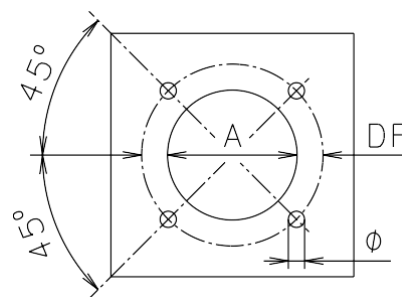
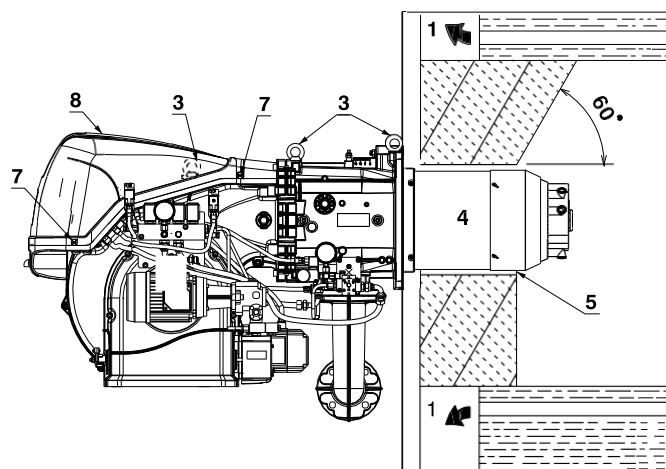

рис. 14
рис. 15
Просверлите фиксирующую пластину камеры сгорания, как показано на рис. 14. Положение резьбовых отверстий можно отметить с помощью термического экрана, входящего в комплект поставки горелки.
Длина пламенной трубы должна быть выбрана в соответствии с рекомендациями производителя котла, и в любом случае она должна быть больше толщины дверцы котла в комплекте с ее обшивкой. Для котлов с передними дымоходами 1) (рис. 15) или камерой инверсии пламени между обшивкой котла 2) и дутьевой трубой 4) должна быть установлена защита из огнеупорного материала 5). Огнеупорный материал может иметь коническую форму (минимум 60°). Это защитное покрытие не должно препятствовать извлечению пламенной трубы. Для котлов с передней частью с водяным охлаждением огнеупорная футеровка 2)-5) (рис. 15) не требуется, за исключением случаев, когда производитель котла прямо требует этого.
Подготовьте подходящую подъемную систему, используя кольца 3) (рис. 15), предварительно открутив крепежные винты 7) корпуса 8).
Установите прилагаемую теплоизоляцию на вытяжную трубу (4) (рис. 15). Установите всю горелку целиком на подготовленное ранее отверстие для котла (рис. 14) и закрепите прилагаемыми винтами.